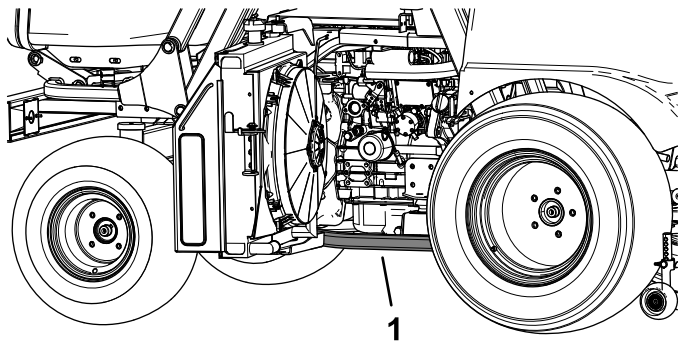
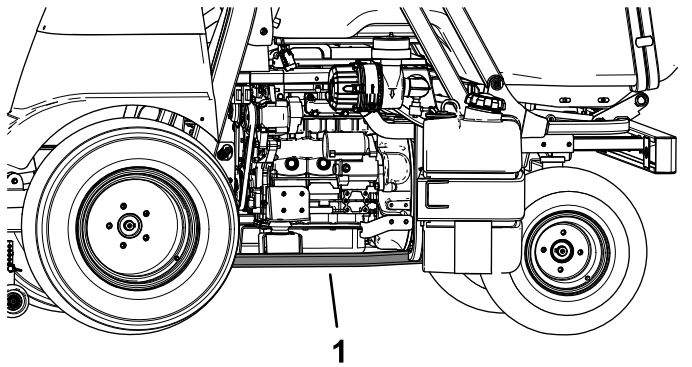

Figura 38
Figura 39
2. Amplasați un cric sub cadrul tubular (Figura 38 i Figura 39), direct sub tubul ROPS sau cât mai aproape posibil.